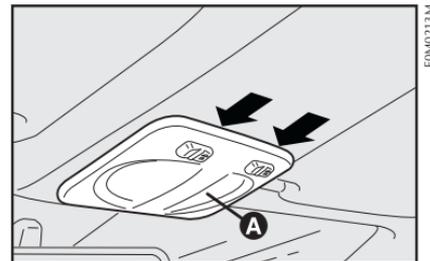
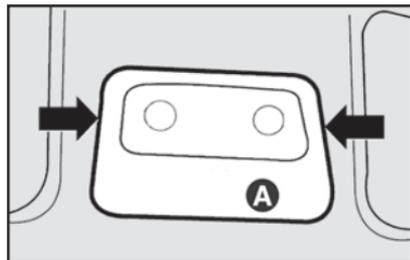
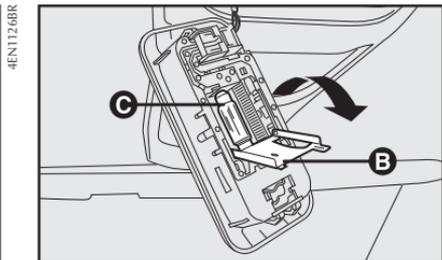

fig. 26
fig. 27
fig. 28
### CONSOLA DE TECHO - fig. 26, fig. 27 y fig. 28
- actúe en los puntos indicados por las flechas y quite el plafón **A-fig. 26** o **A-fig. 26**;
- abra la tapa de protección **B-fig. 28**;
- sustituya la lámpara **C-fig. 28**, desvinculándola de los contactos laterales y cerciorándose de que las nuevas lámparas estén correctamente bloqueadas entre los contactos;
- cierre la tapa **B-fig. 28** y fije el plafón **A-fig. 26** o **A-fig. 27** en el mismo alojamiento, comprobando el bloqueo.